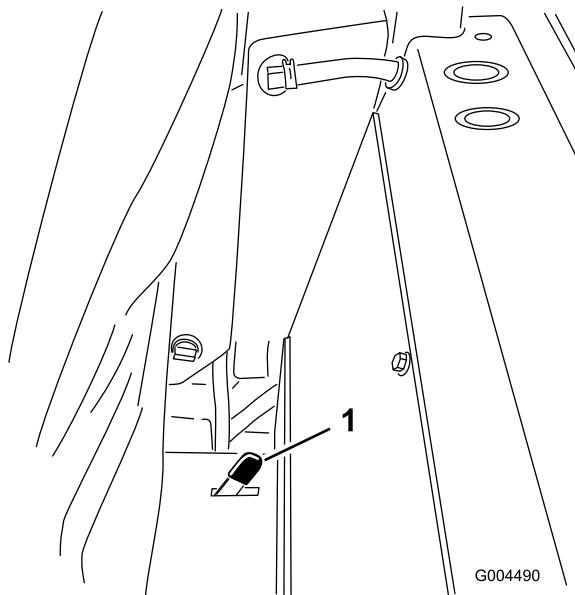

Figura 19
2. Presione uno de los enganches del asiento situados detrás y en los lados del mismo hacia atrás para desenganchar el asiento, y tire hacia adelante la parte superior del asiento (Figura 19).